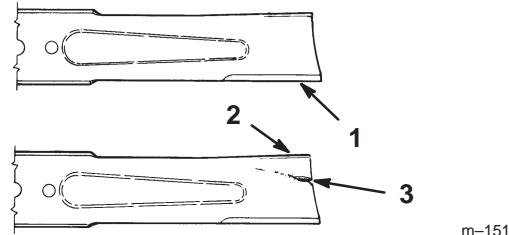

Figure 32
1. Inspectez les tranchants des lames (Fig. 32). Si elles ne sont pas tranchantes ou si elles présentent des indentations, déposez et aiguisez les lames (voir Aiguisage des lames, page 30).
2. Inspectez les lames, surtout la partie incurvée (Fig. 32). Remplacez immédiatement toute lame endommagée, usée ou qui présente une entaille (repère 3 de la Fig. 32).